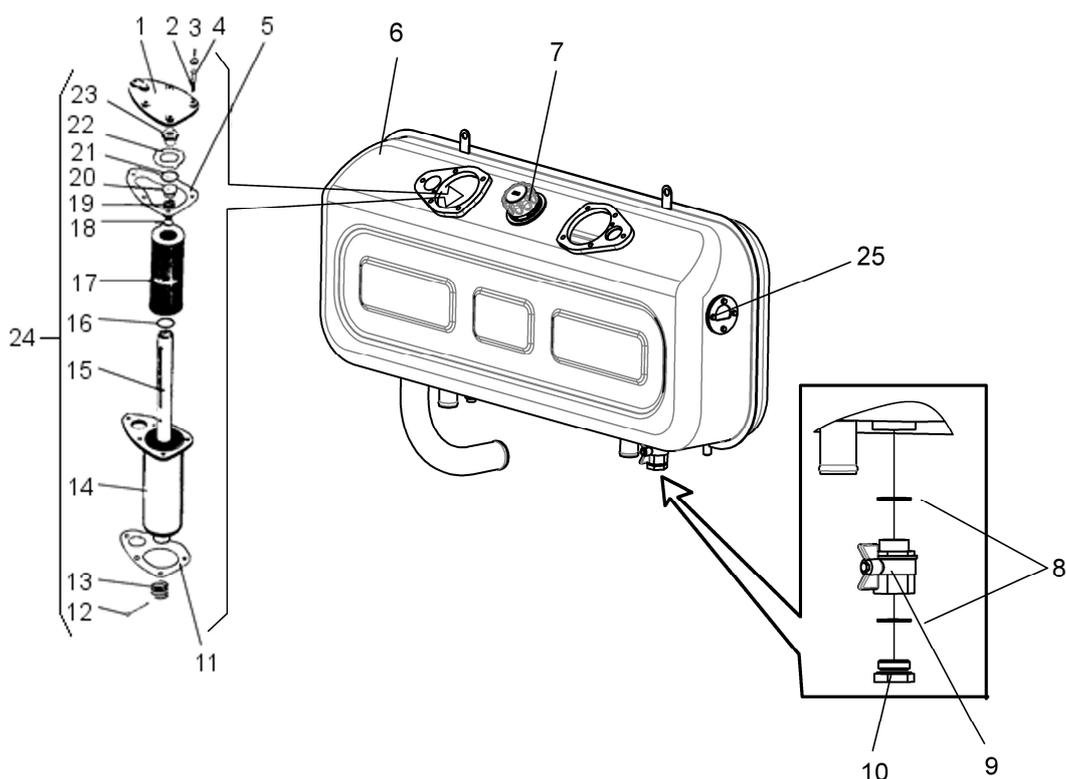

Рис. 46 Гидробак
Уровень масла в гидробаке проверяйте по смотровому окну 25 (рис. 46), масло должно быть видно в смотровом окне. Чистое масло заливайте через сетку заливной горловины 7. При проверке уровня масла в гидробаке убедитесь в отсутствии пенообразования.
а) Отверните гайки крепления 3 (см. рис. 46) и снимите крышку 1.
1. Долить масло в гидробак через отверстие маслозаливной горловины, при этом уровень масла должен доходить до середины корпуса фильтра 11 (рис. 46).